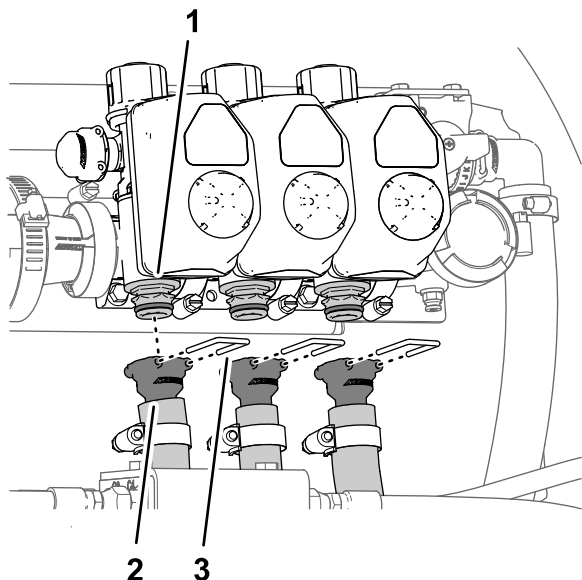

Рисунок 39
штуцерам левой, средней и правой секций стрелы (Рисунок 39).
7. Снимите шланги клапанов левой, средней и правой секций стрелы с машины (Рисунок 39).